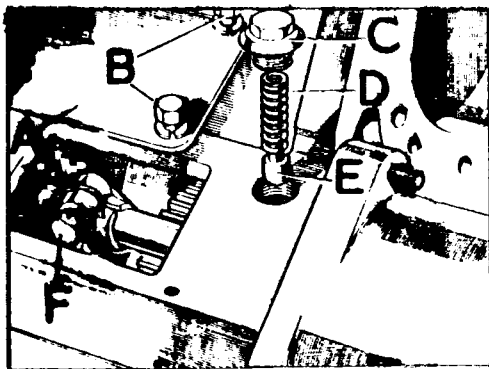

Fig. C-49 Selector de la caja reductora
- 1.2. Extraer el émbolo, E (Fig. C-49) de la barra corredera de la caja reductora.